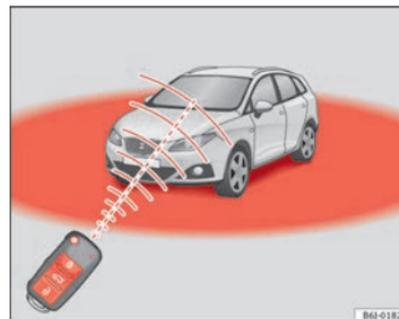

Fig. 47 Raio de ação do comando à distância por radiofrequência
Além disso, o indicador luminoso da pilha da chave ⇒ Fig. 47, começa a piscar.
- O comando à distância por radiofrequência só funciona dentro do seu raio de acção ⇒ Fig. 47.